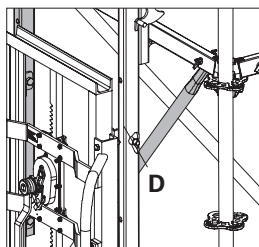

Fig. 19a
Montare la diagonale (D) sul lato interno della torre nella zona di presa del carrello con verricello a cremagliera. (Fig. 19a)